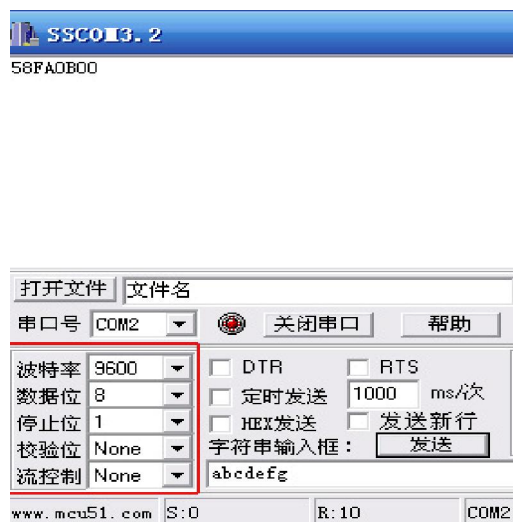

图 3
先把 RFID 模块 J1 中间两个引脚短接，然后把 J2 引脚与 USB 转 TTL 串口模块连接，再插到电脑上，接着打开串口调试助手软件 sscom3.2，用 IC 卡靠近模块，可以看到模块自动读取 IC 卡的 ID 号，通过串口输出，在串口调试助手软件 sscom3.2 显示出来，如下图 3：
1、读卡方法：点击“打开串口”（若打开串口失败，说明系统分配的端口不适用，用户需要按图 3 方法改端口），打开串口后，点击“读卡 ID”即可以读到 IC 卡的 ID 号。用户若需要读取某块数据，先在“密钥”框输入正确的密钥，再在“块地址”框输入要读取的块号，然后点击“读块数据”即可，如下图 8 读取块 3 的数据：